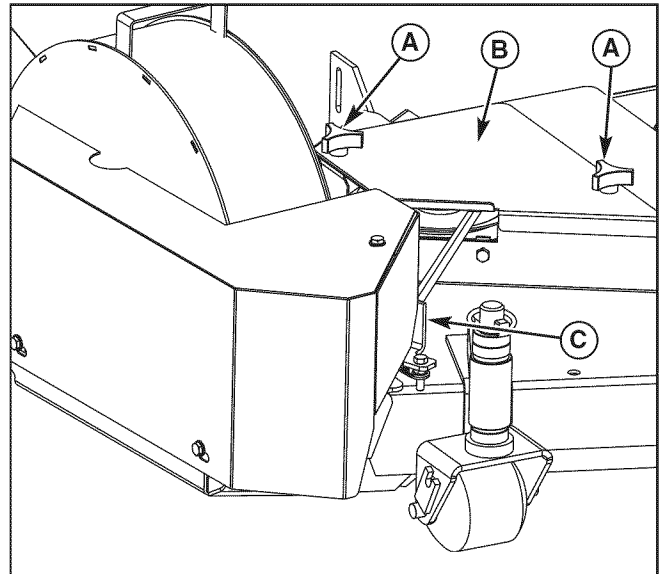

Figura 59. Remoción de la correa
1. Quite las perillas (A, Figura 59) y fije la parte superior de la guarda de la cubierta (B) a la guarda misma.
2. Jale hacia adelante la palanca del brazo tensor del soplador (C) para liberar la tensión de la correa y retirar la correa de la polea del huso.